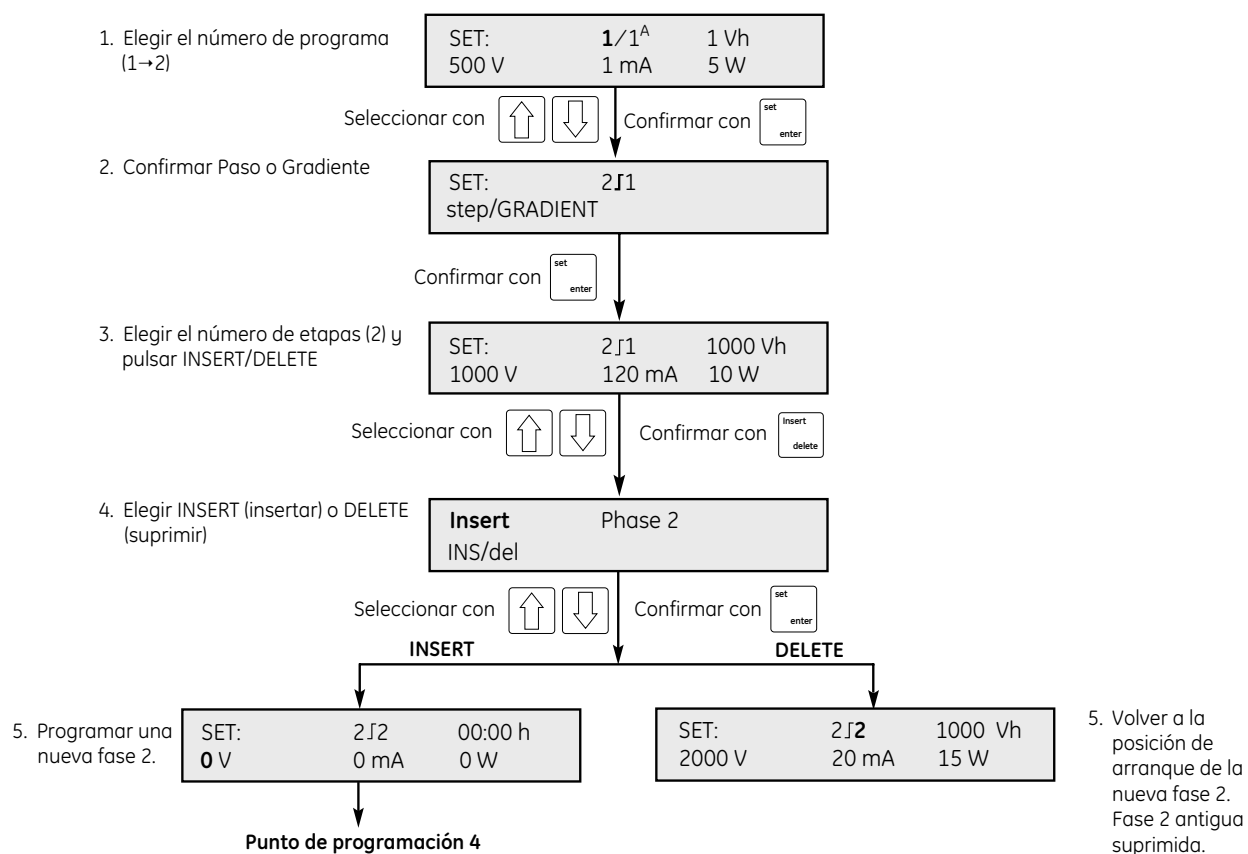

Fig 6. Insertar y suprimir una etapa en un programa.
2. Edición de un método. Ver las Fig 6 y 8.